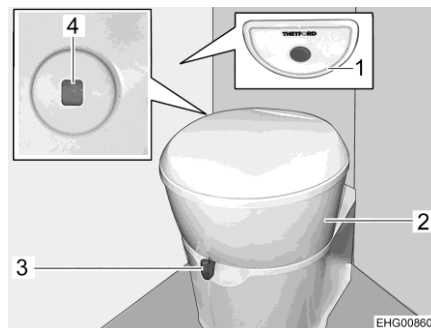

Fig. 64 Inodoro
La taza del inodoro se podrá girar a la posición deseada. Para ello, agarrar la parte superior (Fig. 64,2) del inodoro con ambas manos y girarla.
La unidad de mando con el botón del inodoro (Fig. 64,1) está instalado cerca de la taza del inodoro.
El color del indicador de nivel de llenado (Fig. 64,4) cambiará de color verde a rojo cuando se debe vaciar el depósito de aguas fecales.
- Antes del lavado, abrir la corredera del inodoro. Para ello, empujar la palanca de corredera (Fig. 64,3) en sentido contrario a las agujas del reloj.
- Para lavar, pulsar el botón del inodoro azul (Fig. 64,1).